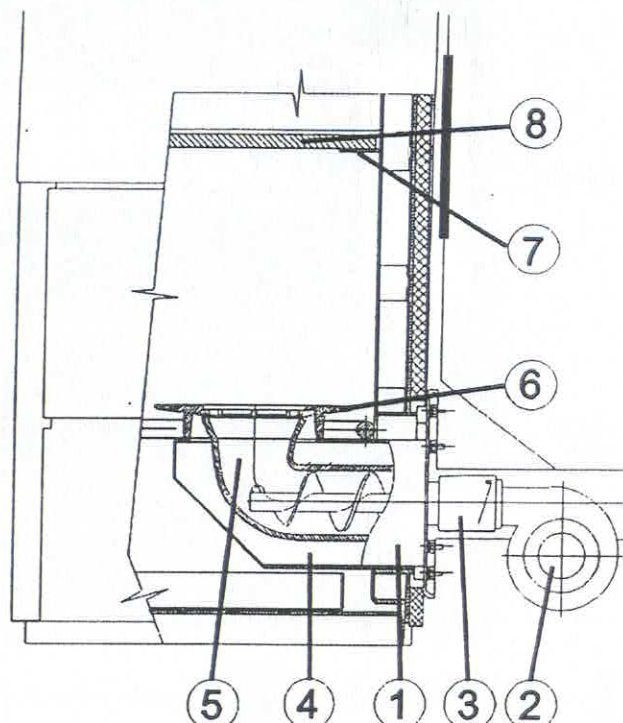

Bild Nr. 4 Schnitt durch den Brennerraum des Kessels
Mit dem Einschalten des Ventilators (Taste 1 auf dem Regler) wird die Kontrolle der Dichtheit des Mischers durchgeführt. Die ganze Luft muss in den Brennraum in der Retorte und dem Rundrost strömen. Bei der Kontrolle muss man sich auf die Auflageflächen / Sitzflächen konzentrieren (siehe Bild Nr. 4):
- des Ventilators (2) in die Muffe (3)
- gegen der Reinigungsöffnung des Mischers (4)
- des Rundrostes (6) mit dem Mischer (1). Falls Undichtheiten vorkommen, ist der Rost herauszunehmen, der alte Kesselkitt von den Sitzflächen zu beseitigen, eine angemessene Menge des neuen Kittes aufzutragen und der Rost wieder in den Mischer zu setzen. Kontrolle ist zu wiederholen..
e) Die Katalysatorplatte besetzen in den Kessel nach Bild Nr. 4. (stecken auf Bankeisen im Kesselkörper auf und schlagen zum Rückwand des Vrebnennungsraum zu).